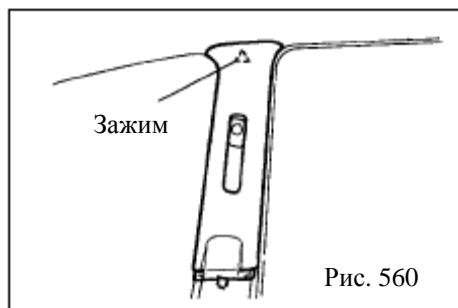

Рис. 560
c. С помощью отвертки снимите зажим и снимите верхнюю отделку правой средней стойки.(рис. 560)